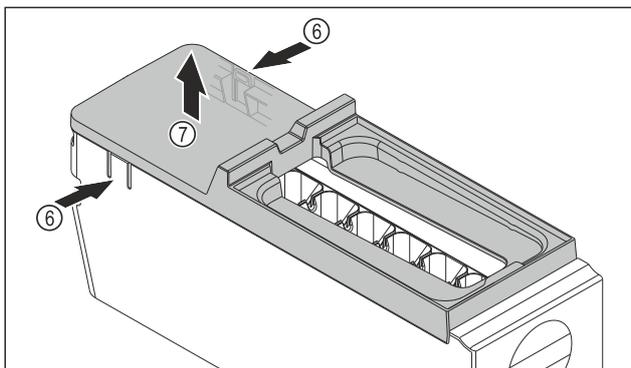

Fig. 113
- ▶ Retirer le couvercle du corps de l'EasyTwist-Ice : D'une main, pousser les languettes Fig. 113 (6) des deux côtés du corps de l'EasyTwist-Ice.
- ▶ De l'autre main, retirer le couvercle Fig. 113 (7) vers le haut.